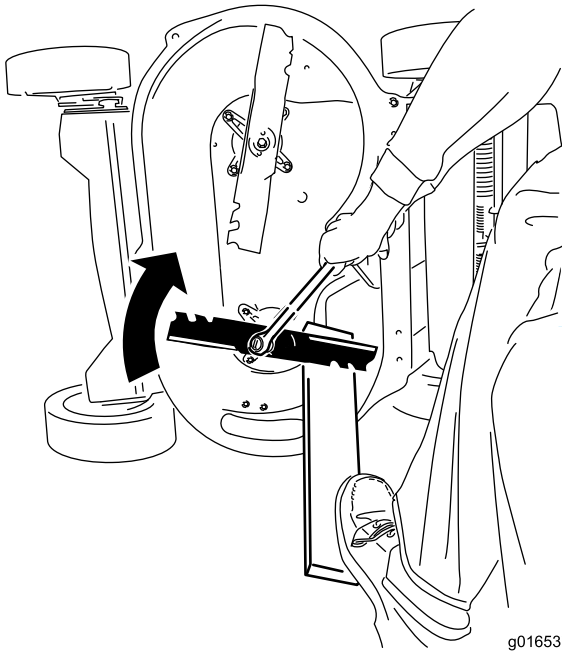

Figura 46
- Apoye cada cuchilla en un trozo de madera, y gire el perno de la cuchilla en el sentido de las agujas del reloj con una llave dinométrica, según se muestra en Figura 46; apriete el perno de la cuchilla a 82 N·m (60 pies-libra).